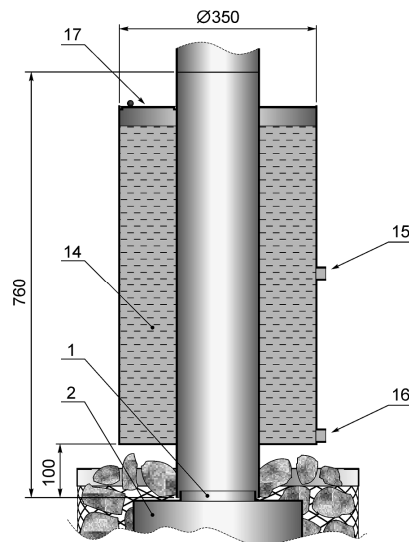

Рис. 6. Рекомендуемая схема подсоединения бачка подогрева воды:
Для приготовления горячей воды к печи (2) (см. рис. 6), над дымоходом (1) можно вмонтировать отдельно приобретаемый бакоч подогрева воды (14).